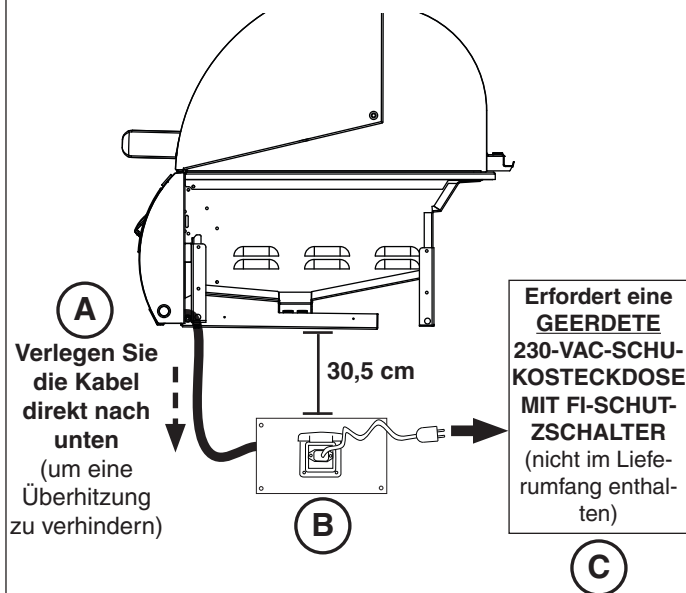

Abb. 25-1 Elektroinstallation
1. Verlegen Sie die Kabelverlängerung unter dem Bedienfeld und direkt nach unten. Dadurch wird eine Überhitzung verhindert. Verlegen Sie die Kabelverlängerung **NICHT** unter dem Grill. Siehe Abb. 25-1, A.
2. Installieren Sie die Stromversorgungsbox im Inneren des Gehäuses mit den für Ihr Gehäuse vorgesehenen Befestigungen. Sie MUSS mindestens 30,5 cm unter dem Boden des Geräts untergebracht werden. Siehe Abb. 25-1, B.
3. Schließen Sie das von der Stromversorgung kommende Kabel an eine **GEERDETE 230 VAC-Schukosteckdose** an (siehe Abb. 25-1, C). Die mit einem FI-Schutzschalter abgesicherte Steckdose muss eine WETTERFESTE, FÜR DEN GEBRAUCH IM FREIEN ABGEDECKTE STECKDOSE sein.